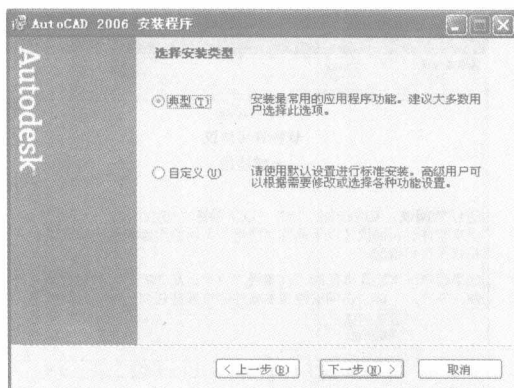

图 1-8 “选择安装类型”对话框
6) 在打开的“用户信息”对话框中,输入用户信息,单击“下一步”按钮,弹出“选择安装类型”对话框,如图 1-8 所示。